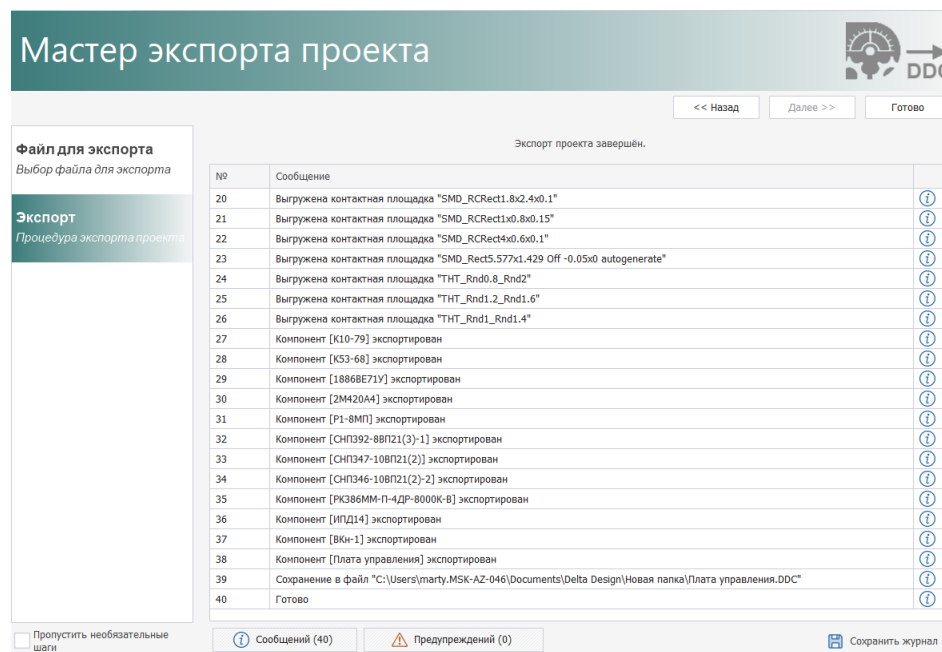

Рис. 74 Завершение процедуры экспорта
8. Дождитесь окончания процедуры экспорта проекта и нажмите «Готово», Рис. 74.